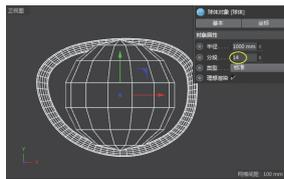

图 5-60
**10** 在“对象”工具列中单击“球体”按钮, 创建一个球体，如图 5-60 所示。